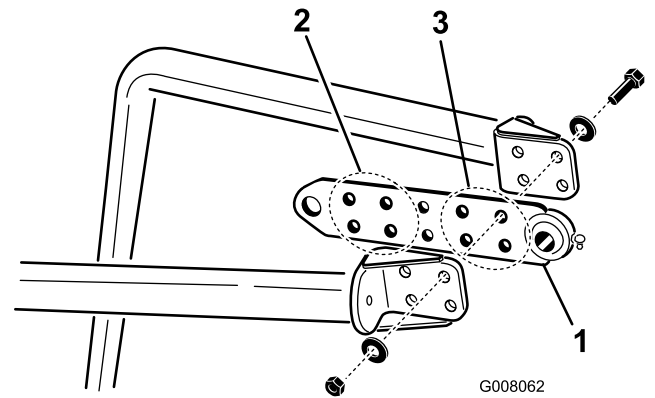

Figura 13
2. Sujete la pletina de montaje entre los brazos de tiro con 4 tornillos de 1/2 x 2-1/4 pulgadas, 8 arandelas y 4 contratuercas. Coloque la pletina según se muestra en Figura 13. Utilice los taladros delanteros para el aireador 660 y los traseros para los aireadores 864 y 880.